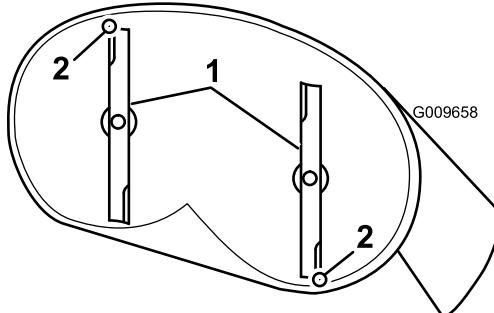
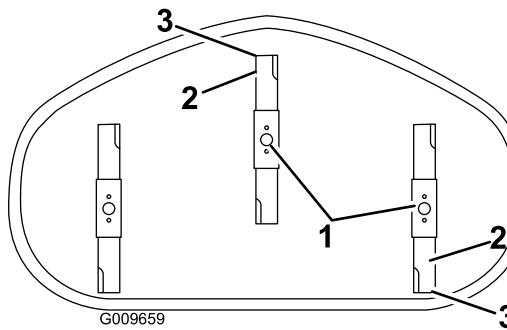

Figura 53
Figura 54
- Gire cuidadosamente las cuchillas colocándolas en el sentido de avance de la máquina (Figura 53 y Figura 54).
- Mida aquí la distancia entre la punta de la cuchilla delantera y la superficie plana y entre la punta de la cuchilla trasera y la superficie plana (Figura 53).
- Mida entre la punta de la cuchilla delantera y la superficie plana y entre la punta de la cuchilla trasera y la superficie plana (Figura 53).
7. Despues de realizar el ajuste, compruebe de nuevo la inclinación longitudinal, y siga ajustando la tuerca hasta que la punta de la cuchilla delantera esté entre 1.6 y 7.9 mm (1/16" a 5/16") más baja que la punta de la cuchilla trasera (Figura 53).